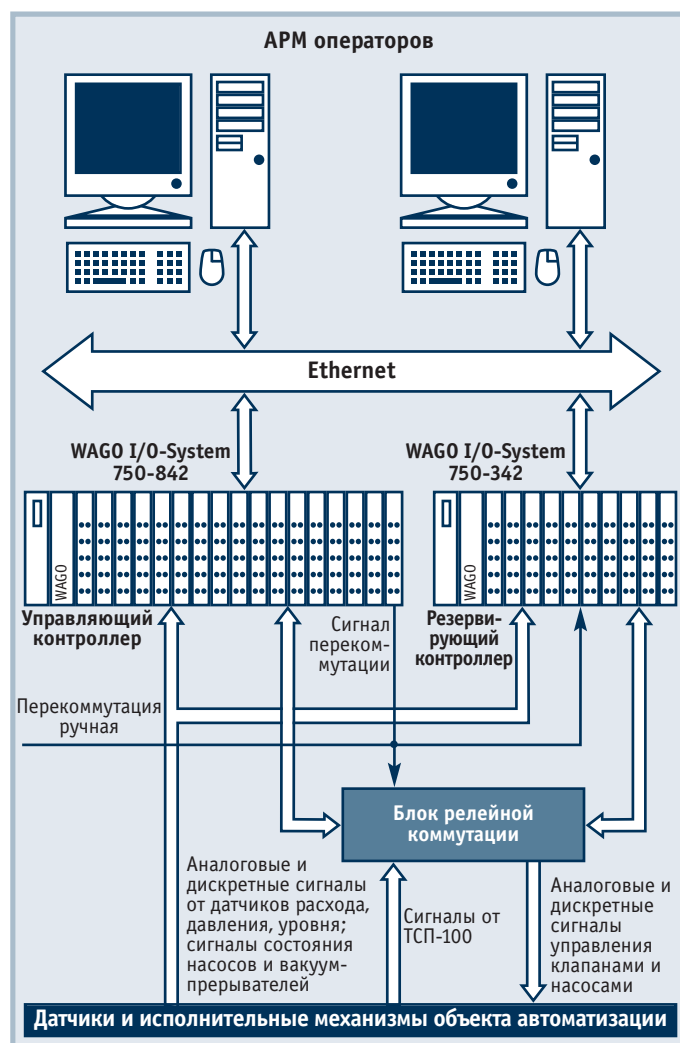

Рис. 1. Структура АСУ ТП брагоректификационной установки
- Рассмотрим каждый из этих уровней подробнее (рис. 1).